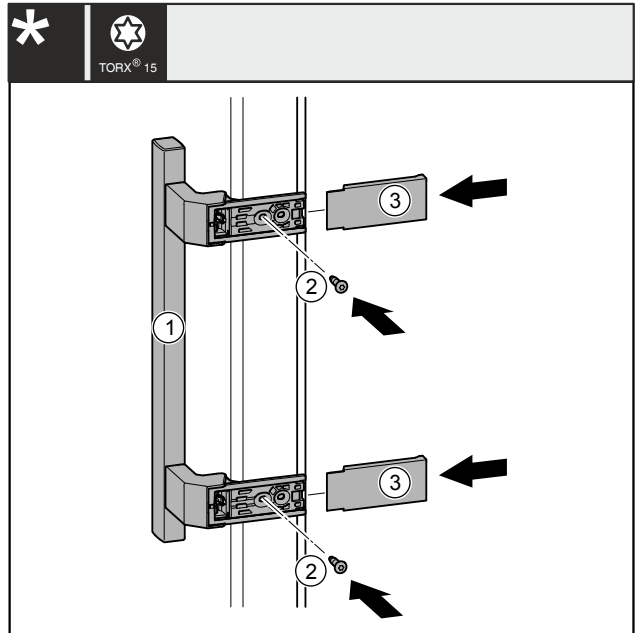

Fig. 42
- Placer la poignée Fig. 42 (1) du côté opposé.
- Serrer les vis Fig. 42 (2) avec un tournevis.
- Placer les caches Fig. 42 (3) sur le côté et les faire glisser afin de les enclencher.